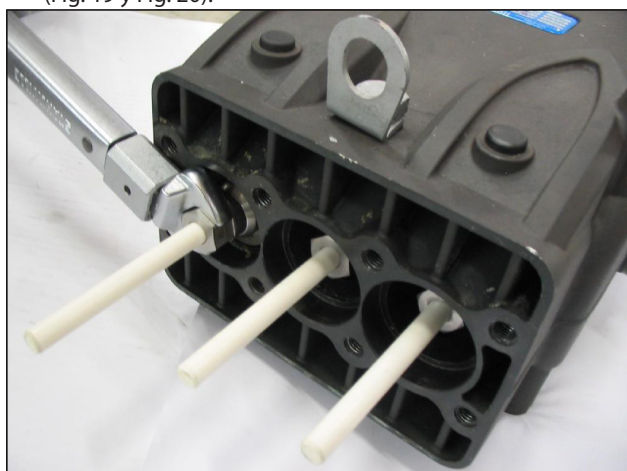
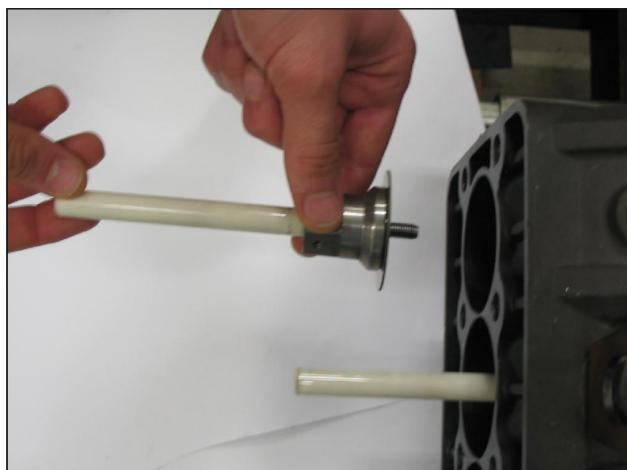

Fig. 28
Fig. 29
- Desmontar las bombas con una llave de horquilla y controlar el desgaste como se indica en la Fig. 28 y la Fig. 29; sustituir las si es necesario.